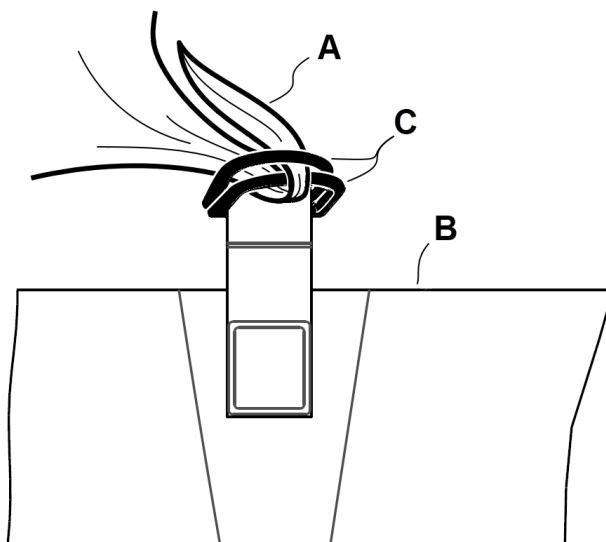

Figura 18 – Aplicar a roupa de cama
1. Separe os anéis em D (C) (Figura 18).
2. Enfie os quatro cantos da roupa de cama através dos anéis em "D" (C) fixados na cobertura inferior para fixar a roupa de cama (A) à superfície de apoio (B).